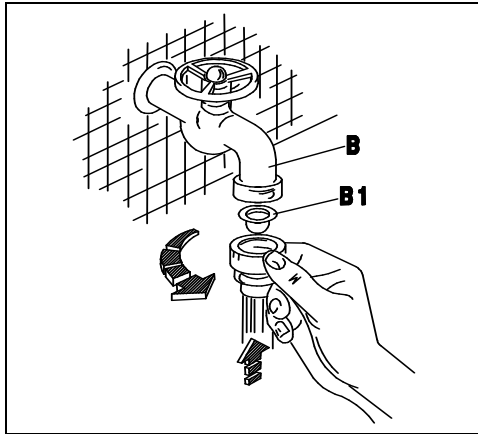
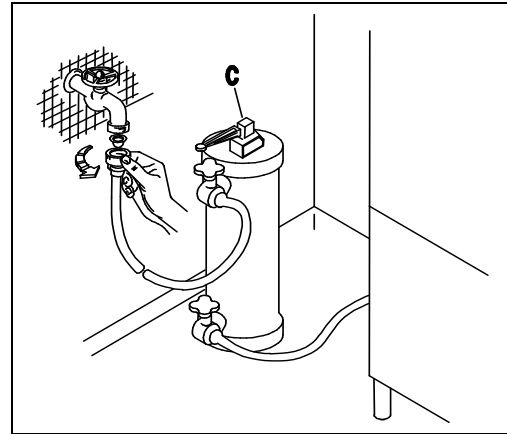
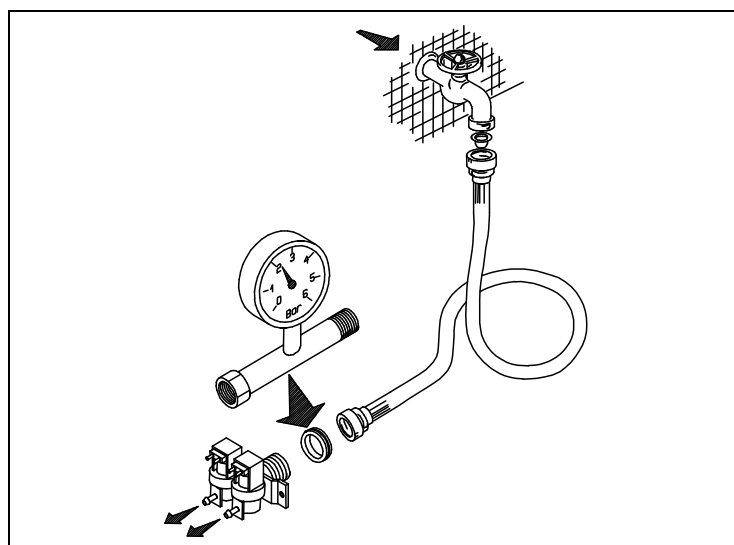
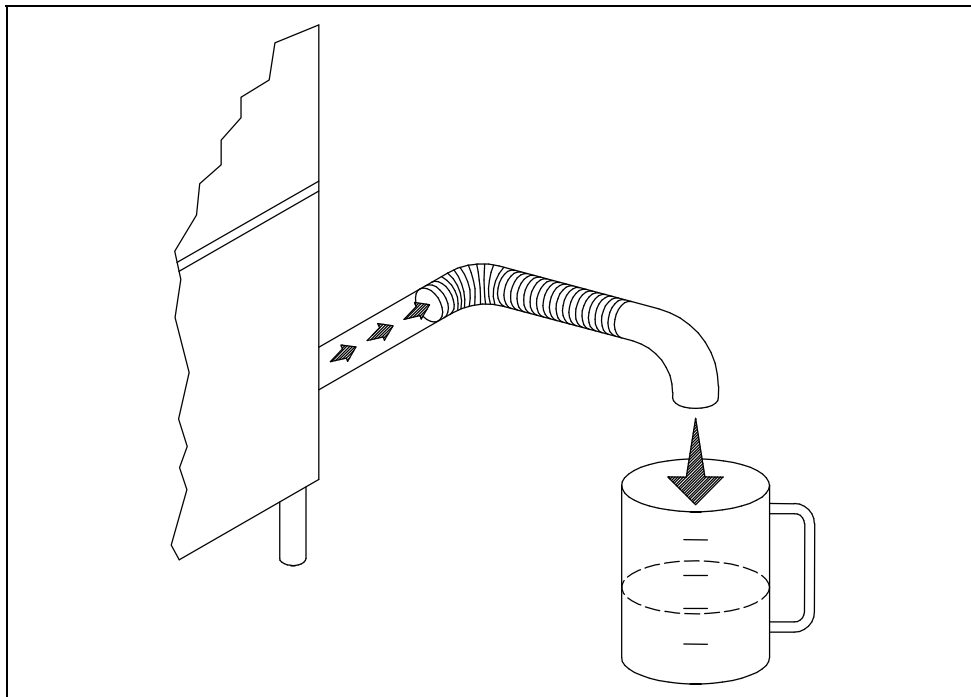

Fig. 2-2
Fig. 2-3
Fig. 2-4
Fig. 2-5
- L'apparechio è previsto per l'allacciamento all'acqua fredda o calda (max. 50 ÷ 55 °C), con una pressione a valvola aperta come indicato nella Tab. 2-1. In caso di pressione superiore alla massima consigliata, bisogna installare un riduttore di pressione. In caso di pressione inferiore alla minima consigliata, bisogna installare una pompa di aumento pressione di max 0.5 Hp, con una portata di 20 L/min ed una prevalenza di 15÷20 mt. Il controllo della pressione deve essere effettuato all'ingresso dell'elettrovalvola (ved. fig.2-4). La condotta dell'acqua deve avere un diametro interno di almeno 16/18 mm (ved.fig.2-5). Collegare il tubo di carico acqua dell'apparechio ad un rubinetto d'intercettazione (B),posto preferibilmente nelle immediate vicinanze dell'apparechio, interponendo l'apposito filtro in dotazione (B1) (ved. fig.2-2). Si consiglia l'installazione di un decalcificatore (C) (non in dotazione), montato a monte dell' elettrovalvola della macchina (ved. fig.2-3).
- The appliance is designed for connection to the cold or hot water supply (max. 50 55°C) at a mains pressure with the valve open as shown in Table 2-1 and a minimum output of 10 litres/min. If pressure exceeds the maximum, fit a pressure reducer. If pressure is lower than the minimum, fit a pressure booster pump of max. 0.5 HP, with an output of 20 litres/min. and a head of 15÷20 metres. Pressure must be measured at the solenoid valve inlet (see fig. 2-4). The water pipes must have an internal diameter of at least 16/18 mm (see fig. 2-5). Connect the appliance water supply pipe to a cut-out tap (B), preferably placed close to the appliance, fitting the special filter provided (B1) (see fig. 2-2). We recommend fitting a water softener (C) (not provided) upstream from the machine solenoid valve (see fig. 2-3).
- Das Gerät ist für den Anschluss an Warm-und Kaltwasser (max. 50-55°C) vorgesehen, wobei der Druck bei offenem Ventil dem in Tab. 2-1. Bei höherem Druck als dem empfohlenen einen Druckminderer installieren. Bei niedrigeren Druck als empfohlen eine Druckerhöhungspumpe mit max. 0,5 PS , einer Förderleistung von 20l/min und einer Förderhöhe von 15-20m installieren. Die Druckkontrolle muss am Eingang des Elektroventils erfolgen (siehe Bild 2-4). Die Wasserleitung muss einen Innendurchmesser von mindestens 16/18 mm aufweisen (siehe Bild 2-5). Den Zulaufschlauch des Gerätes an einen möglichst nahegelegenen Wasserhahn (B) anschliessen und den vorgesehenen Filter (B1) anbringen (siehe Bild 2-2). Der Einbau eines Etkalkers (C) wird empfohlen; dieser gehört nicht zur Ausstattung und muss vor dem Elektroventil der Maschine eingebaut werden. (siehe Bild 2-3).
- L'appareil peut être raccordé à l'eau froide ou chaude (50:55°C max) à une pression, soupape ouverte, comme indiqué dans le tableau 2-1. Si la pression dépasse la pression maximum conseillée, il faut installer un réducteur de pression. Si la pression est inférieure à la pression minimum conseillée, il faut installer une pompe pour faire augmenter la pression de 0,5 Hp max., à un débit de 20 litres /min et à une hauteur d'élévation de 15-20 m. Le contrôle de la pression sera effectué à l'entrée de l'électrovanne (voir fig. 2-4). Les conduites d'eau auront un diamètre interne d'au moins 16/18 mm (voir fig. 2-5). Raccorder la conduite d'arrivée de l'eau de l'appareil à un robinet secondaire (B), installé si possible tout près de l'appareil, après avoir intercalé le filtre spécial fourni (B1) (voir fig. 2-2). Nous conseillons d'installer un adoucisseur (C) (non fourni) qui sera monté en amont de l'électrovanne de la machine (voir fig. 2-3).
- Este aparato se puede alimentar con agua caliente o fría (máx. 50 ÷ 55°C); la presión del agua con válvula abierta está indicada en la tabla 2-1. En caso de que la presión fuera superior a la máxima que se aconseja, instale un reductor de presión; si fuera demasiado baja, instale una bomba de aumento de presión de 0,5 Hp (máximo), con un caudal de 20 litros por minuto y una altura de elevación de 15 a 20 m. El control de la presión se debe efectuar en la entrada de la electroválvula (véase fig. 2-4). La tubería del agua debe tener un diámetro interior de 16-18 m. por lo menos (véase fig. 2-5). Conecte el tubo de alimentación del agua del aparato a un grifo de paso (B), que irá montado preferentemente muy cerca del aparato, tras interponer el filtro (B1) del equipamiento base (véase fig. 2-2). Es aconsejable instalar un descalcificador (C) (que no forma parte del equipamiento base). El descalcificador irá montado antes de la electroválvula de la máquina (véase fig. 2-3).